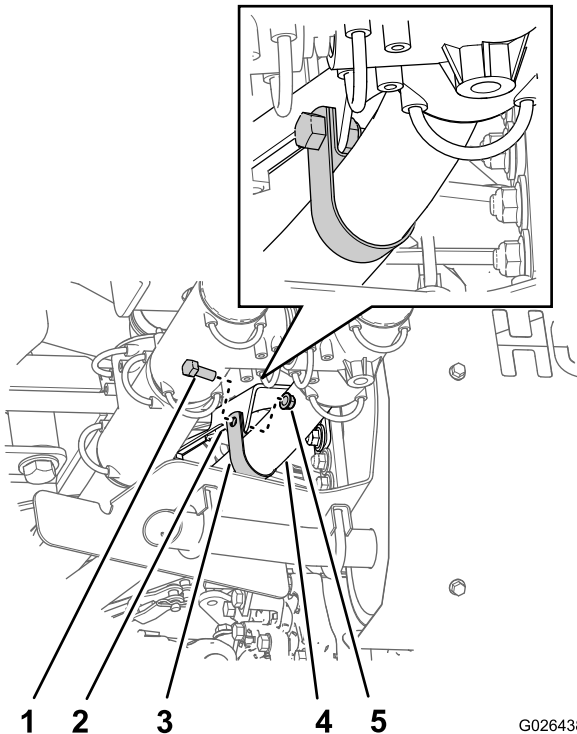

Figure 15
1. Glissez le collier (1-1/4 po) autour du flexible de 1-1/4 pouce qui est adjacent au support de suspension pour le support de tuyau arrière (Figure 8 et Figure 15).
2. Alignez le trou dans le collier et le trou dans la patte du support de silencieux (Figure 15).
3. Fixez le collier au support (Figure 15) avec le boulon (5/16 x 1 po) et un contre-écrou à embase (5/16 po).